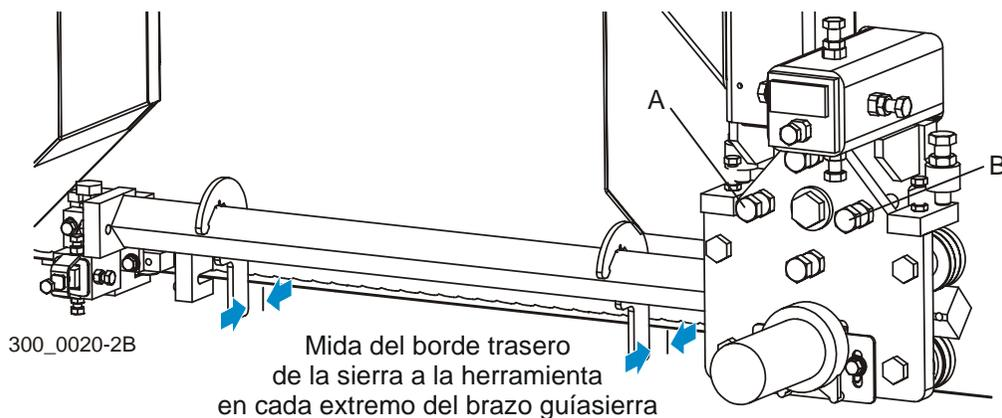

FIGURA 7-24
Vea la Figura 7-24. Fije la herramienta de alineación al brazo guíasierra, cerca del compartimiento de sierra externo. Mida la distancia del borde trasero de la hoja de sierra a la herramienta. Mueva la herramienta hacia el extremo del brazo cerca del guíasierra. Mida nuevamente del borde trasero de la sierra a la herramienta. Las dos medidas en cada extremo del brazo deben ser iguales dentro de $1/32$ ". Para ajustar la inclinación horizontal del brazo paralelo a la hoja de sierra, ajuste los pernos (A y B) en la placa de montaje del brazo guíasierra. Afloje las contratuercas. Ajuste el perno (A) hacia afuera y el perno (B) hacia adentro para mover el brazo alejándolo de la hoja de sierra. Ajuste el perno (B) hacia afuera y el perno (A) hacia adentro para mover el brazo hacia la hoja de sierra. Vuelva a revisar la distancia del borde trasero de la hoja de sierra a la herramienta en ambos extremos del brazo. Vuelva a ajustar si es necesario. Apriete las contratuercas.